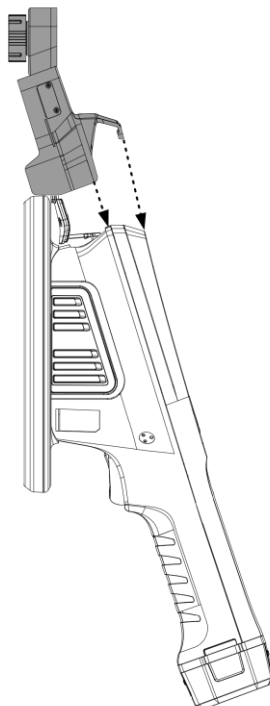

図 2-3 ブラケットとサーマルイメージャの位置合わせ
2. 矢印の方向に従ってブラケットとサーマルイメージャを合わせます（図 2-3 を参照）、ブラケットの端がカメラのフレームと平行になるようにします。